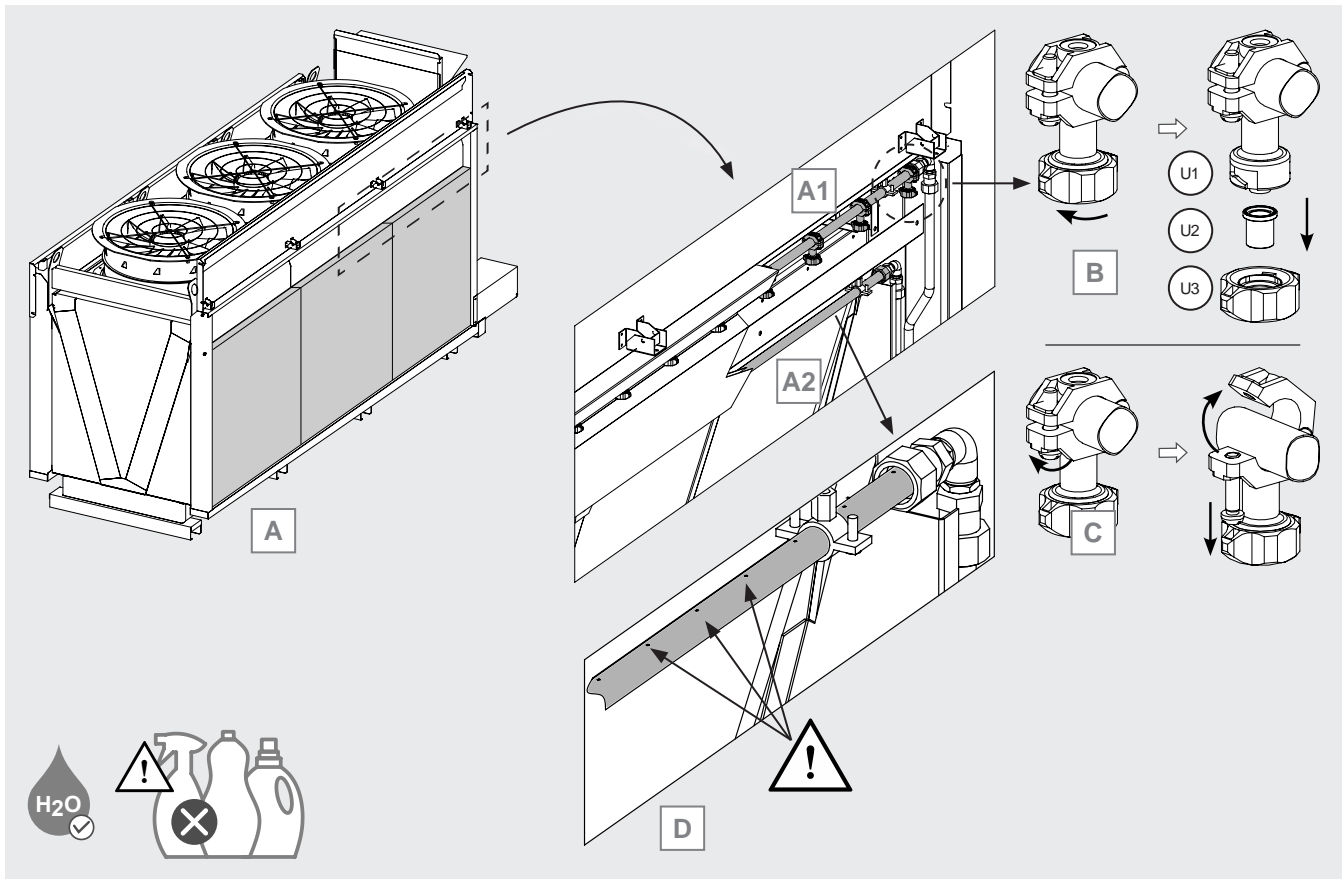

Figura 26
- 12.12.5 Localice las líneas de distribución de agua del sistema adiabático. Observe la Figura 26 A: la línea (A1), mediante una hilera de boquillas, distribuye el agua al panel exterior. La línea (A2), mediante un tubo perforado, distribuye el agua en el panel interior.
- 12.12.6 Obsérvese la Figura 26 B. Cada tobera de la línea (A1) consta de 3 partes: n. 1 cuerpo de tobera (U1), n. 1 tobera (U2) que determina el tipo de chorro y el caudal de agua, n. 1 tuerca (U3) que sujeta la tobera.
- 12.12.7 Véase la Figura 26 B. En el caso de boquillas obstruidas, es posible sustituir la boquilla sin cambiar toda la boquilla: desenrosque la tuerca y retire la boquilla. Existen 3 tipos de boquillas que corresponden a 3 rendimientos diferentes: cada una está marcada por un color, morado (lilac), negro (black) y naranja (orange). Sustituya las boquillas por otras nuevas de la misma marca y color. En caso de duda, póngase en contacto con Modine.
- 12.12.8 Observe la Figura 26 C. En el caso de boquillas dañadas, desenrosque el tornillo y abra el acoplamiento rápido. Retire la boquilla. Si la boquilla está dañada, sustitúyala completamente, incluida la boquilla.
- 12.12.10 Observe la Figura 26 D. Compruebe que todos los orificios del tubo de distribución (A2) están perfectamente limpios. Elimine los restos de cal con un paño húmedo. No utilice detergentes ni sustancias agresivas.